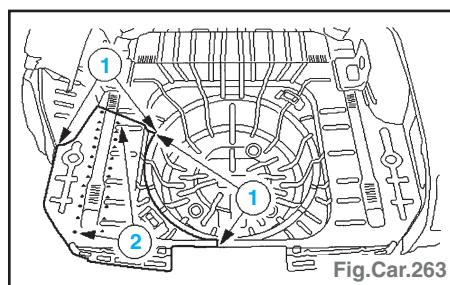

Fig.Car.263
- Panneau de plancher de coffre (Fig.Car.263) :